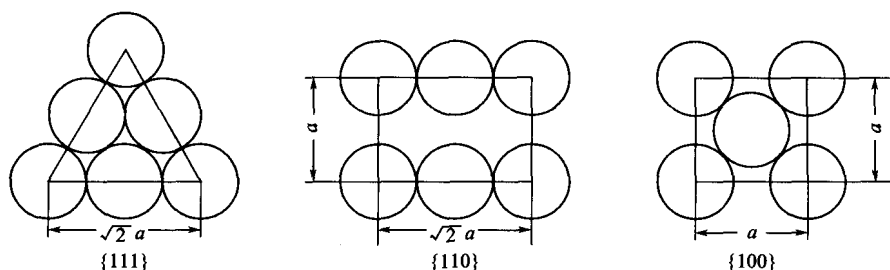

图 1-6
面心立方 (111)、(110)、(100) 面的原子排列如图 1-6 所示, 各面面密度如下。